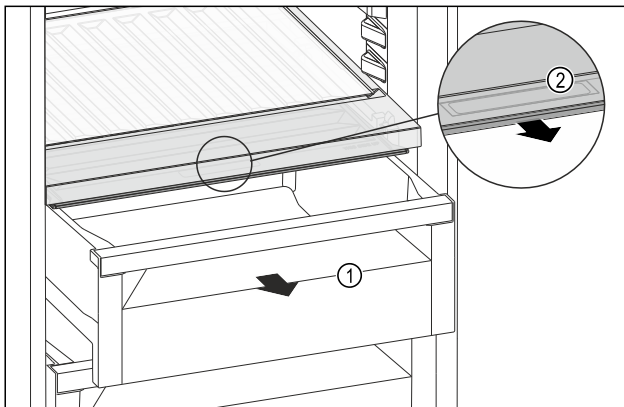

Fig. 156
- ▶ Extrageți sertarul Fig. 156 (1).
- ▶ Prindeți mânerul încastat Fig. 156 (2) de la capacul compartimentului și trageți concomitent capacul compartimentului spre partea frontală.